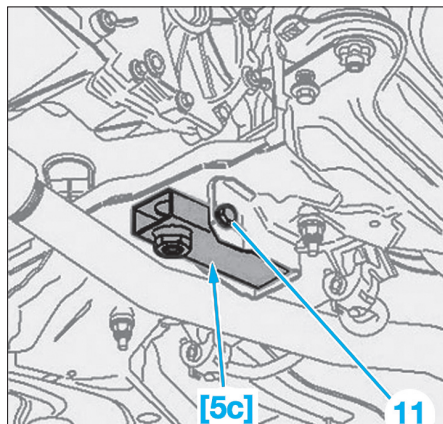

Fig. 5
- Positionner le support [5c] de l'outil [5] en lieu et place de la biellette anticouple (Fig.5).